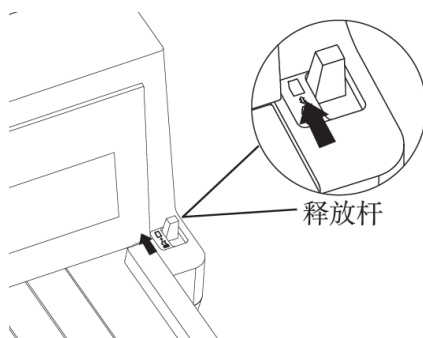

图 1
- 1) 检查释放杆的位置，如图 1 所示，将释放杆调节到后侧，并确认在平推纸图标的位置。